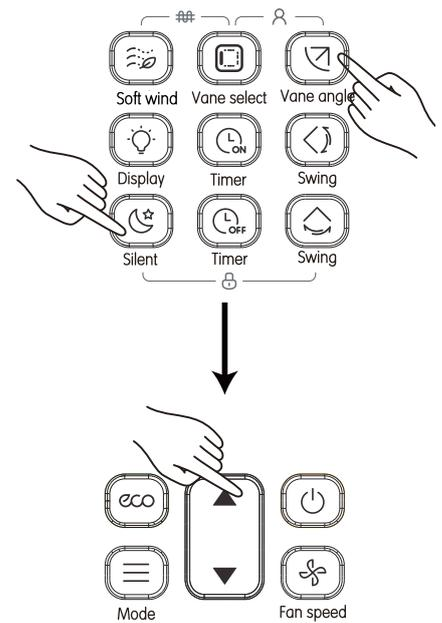

Figura 7
- Pressione  para acessar a interface de definição de parâmetro e, em seguida, pressione as teclas  e  para ajustar o valor do parâmetro. Consulte a lista de configurações avançadas de parâmetros para selecionar as configurações de parâmetros (Figura 7);